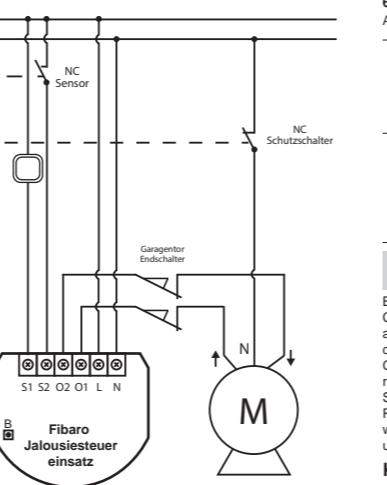

Abb. 2 Fibaro-Jalousiesteuereinsatz mit Garagentor-Motor.
- Montieren Sie die Antenne (siehe Abbildung 2).
Mit dem Fibaro-Jalousiesteuereinsatz kann ein Garagentor-Motor gesteuert werden. Der Garagentor-Motor ist an die Anschlussklemmen O1 und O2 angeschlossen (gemäß der Abbildung 2). Im Garagentor-Modus kann ein monostabiler Steuerschalter an den Eingang S1 angeschlossen werden. Es wird empfohlen, die Infrarotlichtschranke, den Notschalter oder das beliebige Alarmsystem an den Eingang S2 anzuschließen. Das Öffnen des Kontaktes am Eingang S2 führt zum Stoppen des Motors in seiner aktiven Position (siehe Abbildung 2).